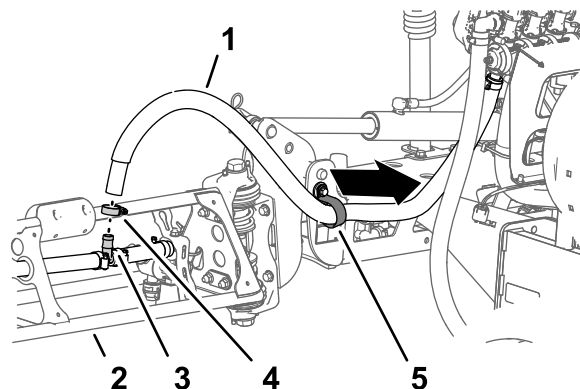

図 35
1. 左右のブームで、給液ホースをバーブ付き T 字フィッティングに固定しているホースクランプを外す 図 35。
2. 字フィッティングからホースを取り外す 図 35。
3. ホース端部をRクランプから外す 図 35。